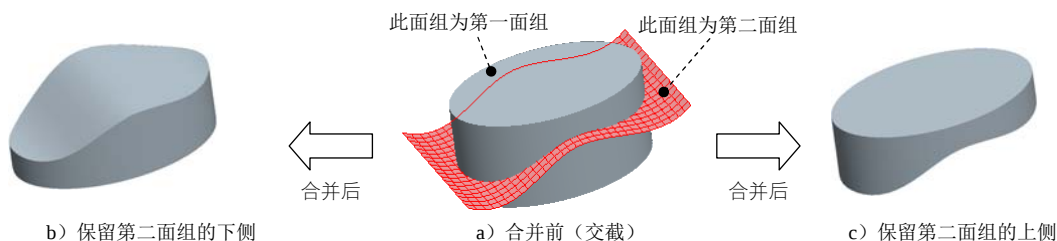

图 4.4.2 “求交”类型
- **相交** 单选项: 交截类型, 合并两个相交的面组。通过单击图 4.4.1 中的 C 按钮或 D 按钮, 可分别指定两个面组的哪一侧包括在合并特征中, 如图 4.4.2 所示。